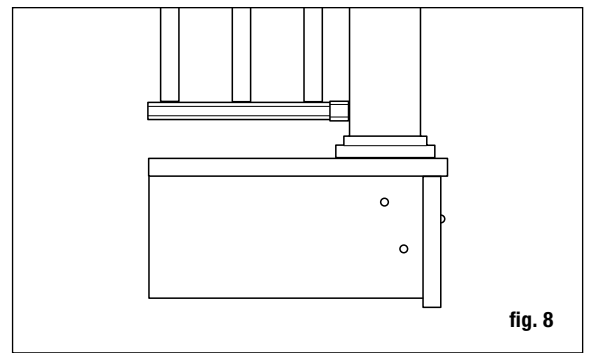

fig. 8
**Paso 3** Posicione, alinee verticalmente con un nivel, y sujete con abrazaderas el poste de barandal a la cara interior de la viga. Vuelva a alinear verticalmente. El poste de barandal de 10.2 x 10.2 cm (4x4 pulg.) debe sujetarse con pernos al interior de las vigas usando dos pernos de carrocería galvanizados de 1.27 x 15.24 cm (1/2 x 6 pulg.). Los postes en esquinas requieren un tercer perno de carrocería insertado a través de la viga adyacente (fig. 8).
**Paso 3** Posicione, alinee verticalmente con un nivel, y sujete con abrazaderas el poste de barandal de escalera a la cara interior del travesaño. Vuelva a alinear verticalmente. El poste de barandal de 10.2 x 10.2 cm (4x4 pulg.) debe sujetarse con pernos al interior del travesaño usando dos pernos de carrocería galvanizados de 1.27 x 15.24 cm (1/2 x 6 pulg.). Los postes en esquinas requieren un tercer perno de carrocería insertado a través de la viga adyacente (fig. 8). Los postes a nivel de piso deben fijarse en concreto.